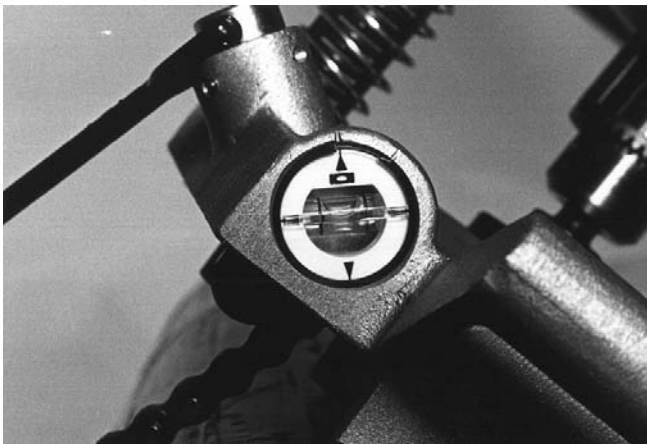

Figura 6 – Tubito del nivel de la Perforadora HC-450
4. La base de la Perforadora HC-450 tiene un tubito de nivelación que puede emplearse para alinear una serie de agujeros. Coloque la Perforadora en el ángulo que desee y gire el tubito hasta la posición de nivelamiento. Nivelando la Perforadora con la ayuda del nivel, usted puede ir perforando sucesivamente agujeros en igual ángulo (*vea la Figura 6*).